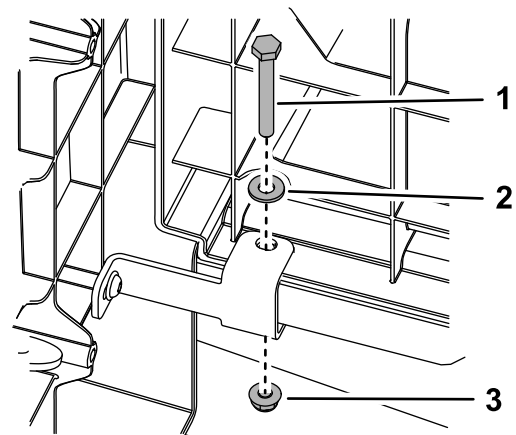

Figure 4
4. Retirez et conservez le boulon, la rondelle et l'écrou qui fixent le panneau de base arrière du siège au panneau de plancher sur les côtés gauche et droit de la machine (Figure 4).